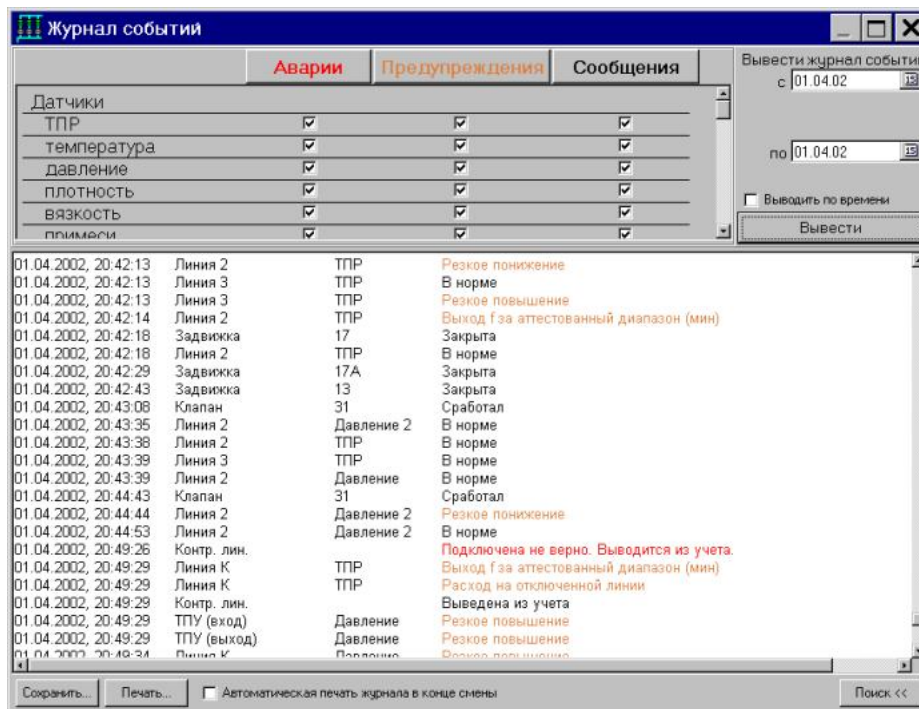

Рис. 7 – Журнал событий
3.3.4.1 Сообщения о событиях за текущие сутки индицируются в окне **Журнал событий** в нижней части любого экрана. События подразделяются на аварии, предупреждения и сообщения. Аварии индицируются красным цветом, предупреждения – оранжевым, сообщения – черным. В окне индицируются пять последних событий. Более ранние события за текущие сутки можно просмотреть, воспользовавшись линейкой прокрутки в правой части окна. Для просмотра журнала событий за любые предыдущие сутки необходимо нажать кнопку **Журнал событий** в нижней части экрана. При этом будет выведено окно **Журнал событий** (Рис. 7).